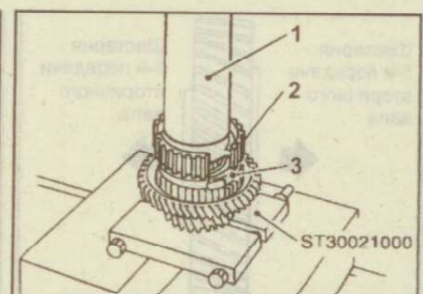

Рис. 9.99. Использование оправки (1) для запрессовки ступицы муфты синхронизатора 1-й и 2-й передач (2) и двойного конуса шестерни 1-й передачи (3)
4. Установите ступицу муфты синхронизатора 1-й и 2-й передач (рис. 9.99).